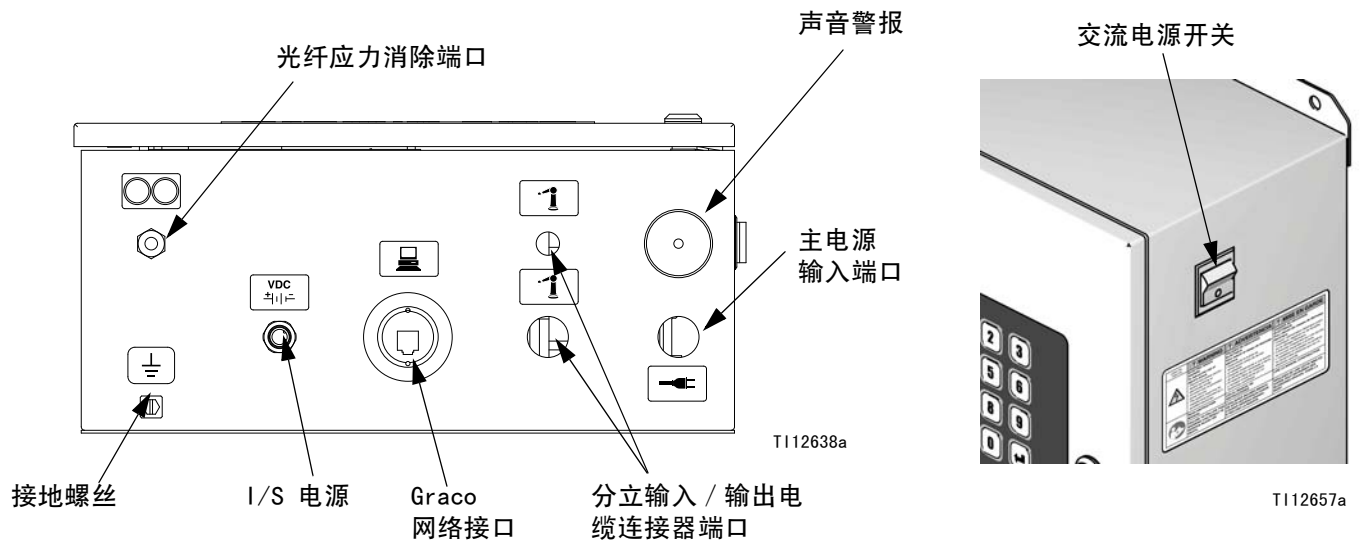

图 13. EasyKey 连接和交流电源开关
- 电源输入端口直径 为 22.4 毫米（0.88 英寸）。它连接至隔板应力消除接头或导管。参见图 13。
1. 向 EasyKey 供电。在 EasyKey 端口 上安装应力消除双卡套或导管双卡套。参见图 13。
1. 将相应流体盘电源电缆端连接至 EasyKey 连接器 。参见图 13。
3. 从工厂运送时光纤电缆已接到的流体盘连接器上 。参见图 13。